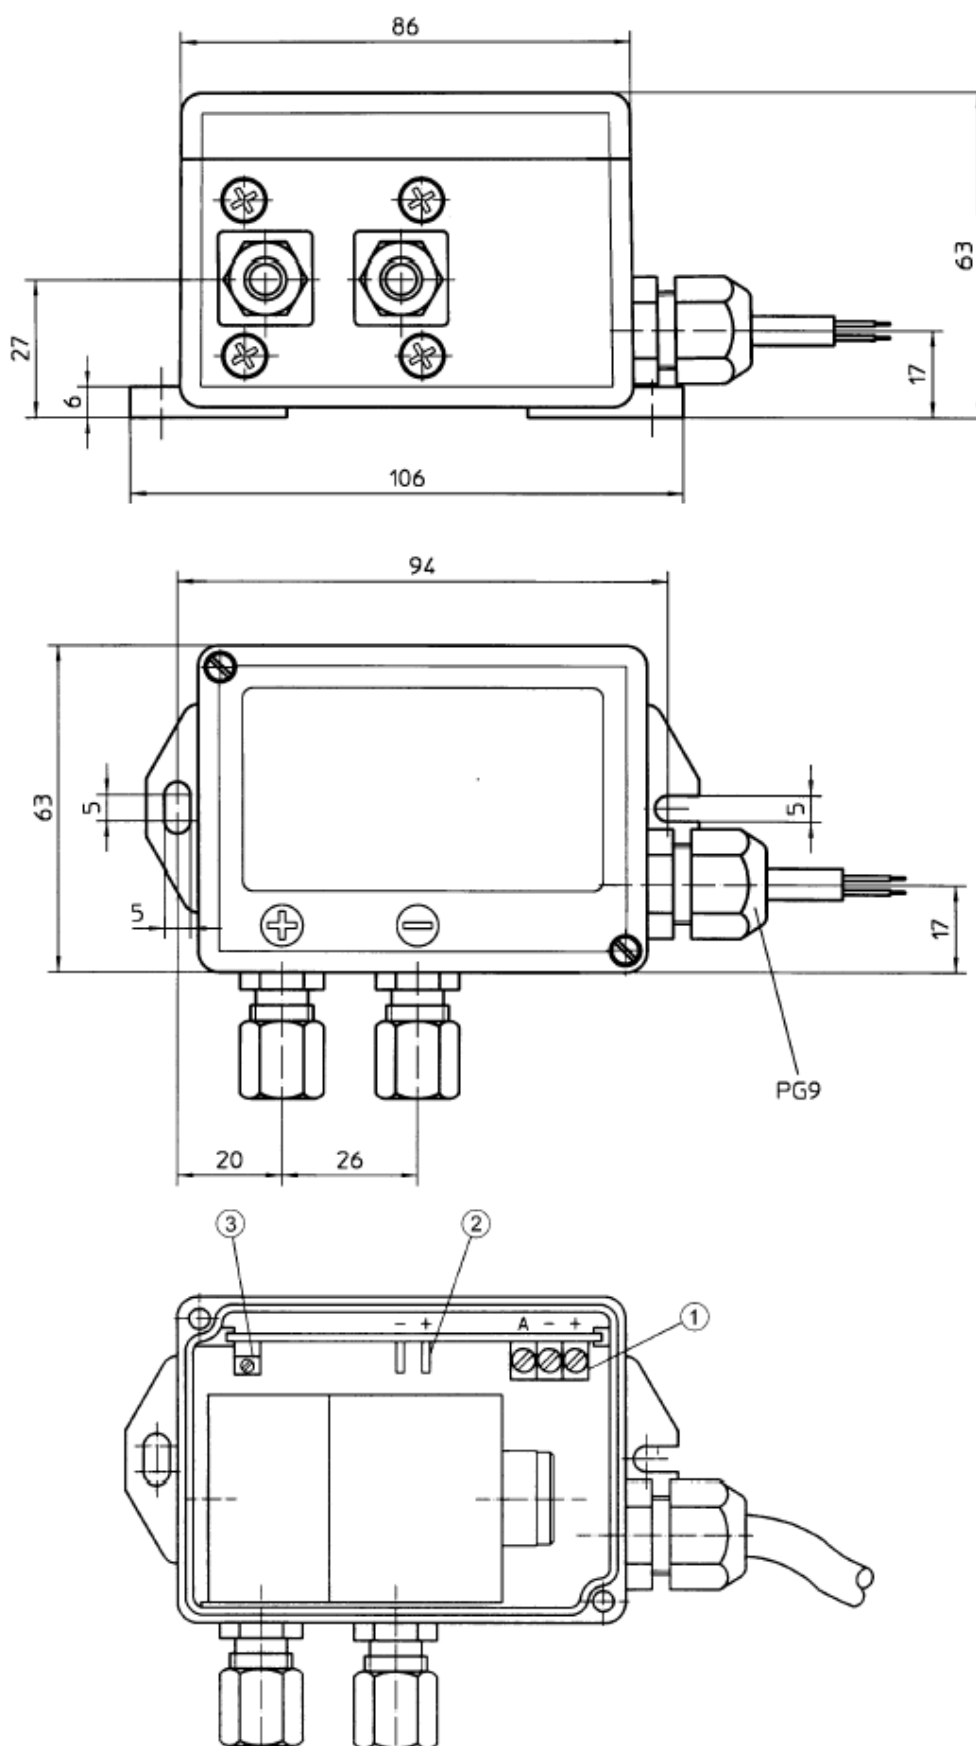

Рис. 4 DDG
#### 4.1.4 Дифференциальный датчик давления DDG (рис. 4/5)
|                 | Клеммы в датчике DDG(рис.4, поз. 1) | Номер жилы |
- измерение напряжения у штифтов (рис. 4, поз. 2),
- установить напряжение с помощью потенциометра на 0 В (рис.4, поз. 3).